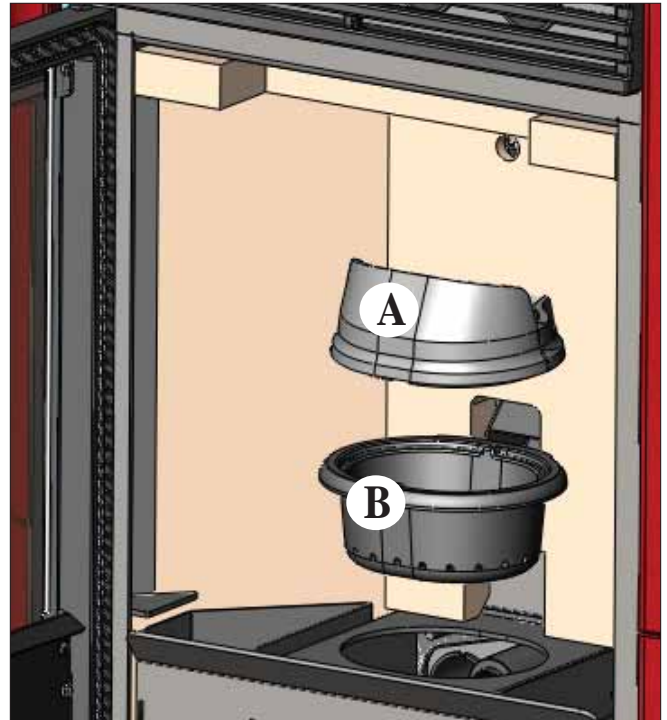
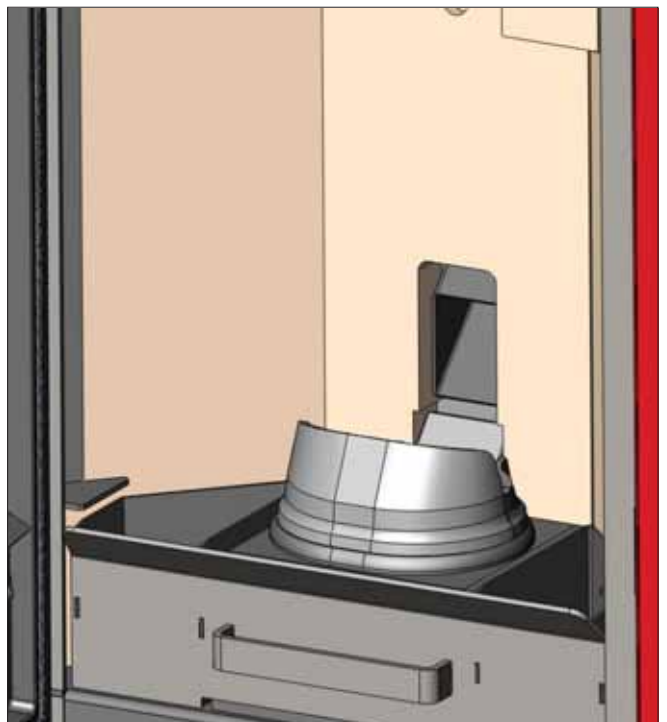

fig. 1
fig. 2
Después de la limpieza normal, el acoplamiento **INCORRECTO** del crisol superior (A) (fig. 1) con el crisol inferior (B) (fig. 1) puede comprometer el funcionamiento de la estufa. Antes del encendido de la estufa, asegurarse de que los crisoles estén acoplados correctamente como se indica en la (fig. 2), sin cenizas ni material no quemado sobre el perímetro de contacto.